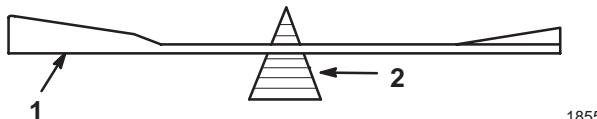

Bild 37
- Überprüfen Sie die Auswuchtung des Schnittmessers auf einer Ausgleichsmaschine (Bild 37). Wenn das Schnittmesser in seiner horizontalen Position bleibt, ist es ausgewuchtet und kann wiederverwendet werden. Feilen Sie, wenn das Schnittmesser nicht ausgewuchtet ist, an der Rückseite des Messers etwas Metall ab. Wiederholen Sie diesen Vorgang, bis das Messer ausgewuchtet ist.